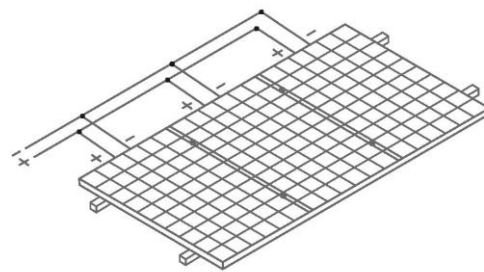

Abbildung. 6 Parallelschaltung
- Bei Parallelschaltung ist der Ausgangsstrom des gesamten Modulstrangs gleich der Summe der Ströme der einzelnen Abzweigmodule oder des Modulstrangs (Parallelschaltungsmethode wie in Abbildung 6 dargestellt). Jeder Modulstrang ist mit einer Sicherung zu versehen. Bitte beachten Sie die Vorschriften des Landes oder der Region oder die örtlichen Vorschriften. **Referenzformel für die maximale Anzahl der parallel geschalteten Module:** maximaler Schutzstrom / (1,25\*Kurzschlussstrom).